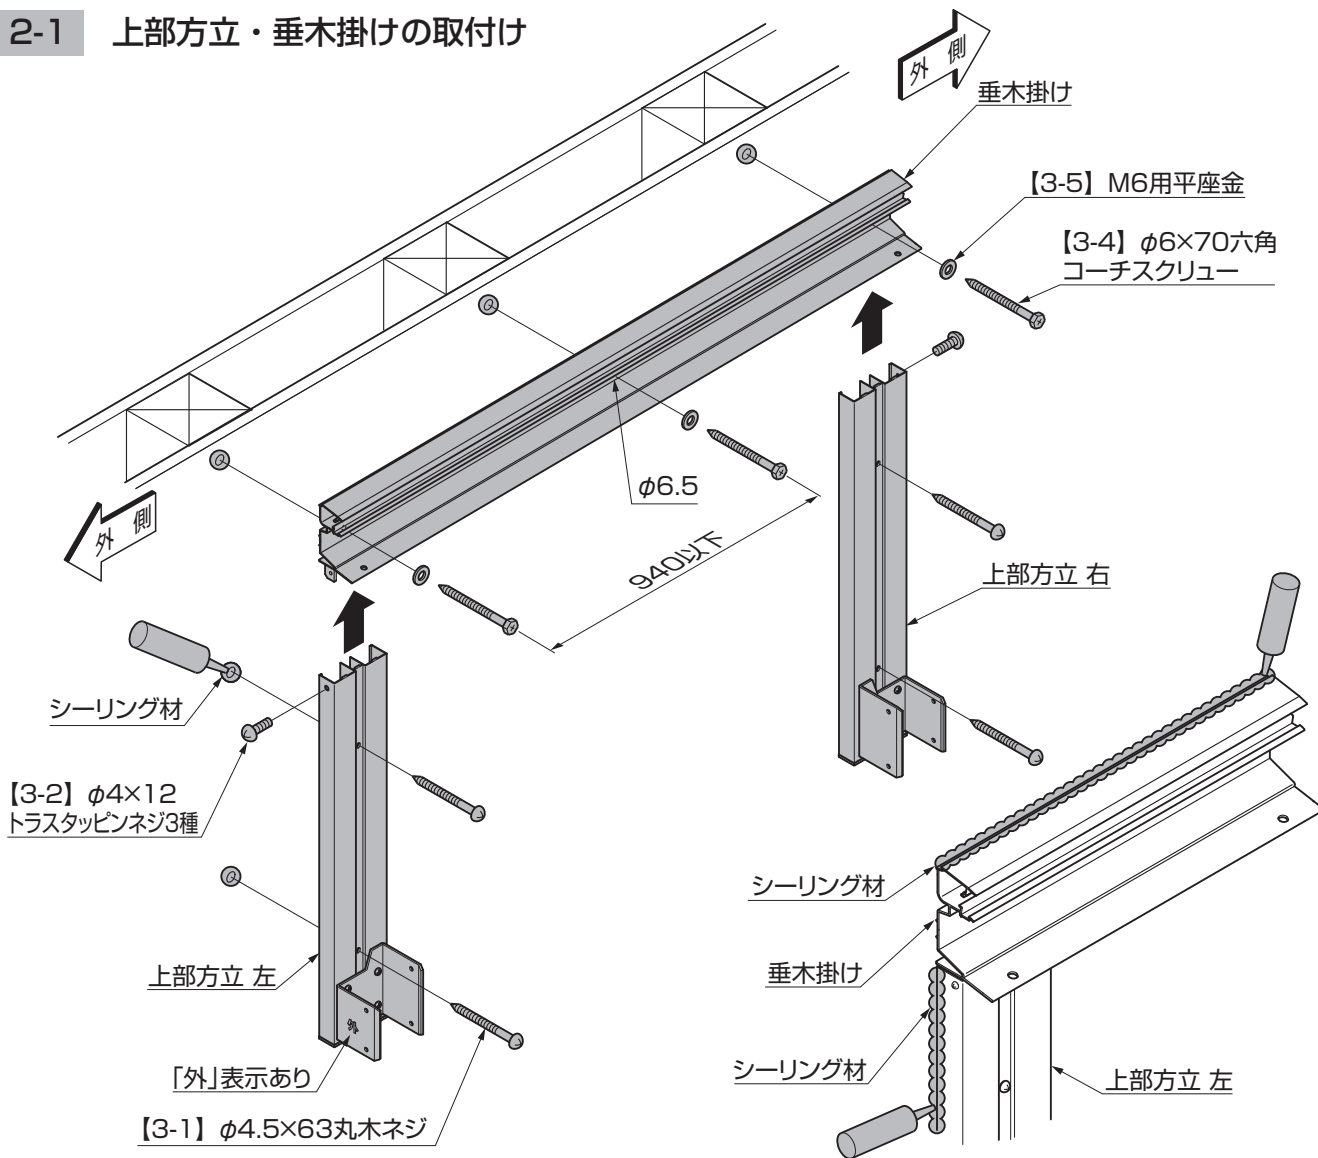

図2-1 シーリング箇所
- 指定の箇所に必ずシーリングしてください。(図2-1参照)